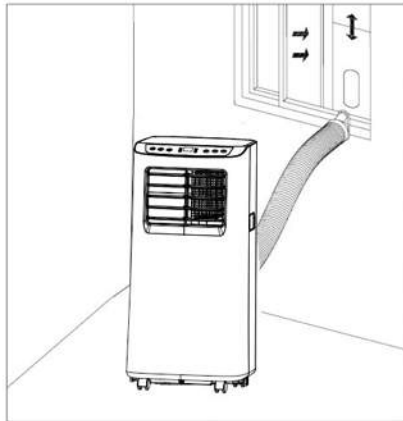
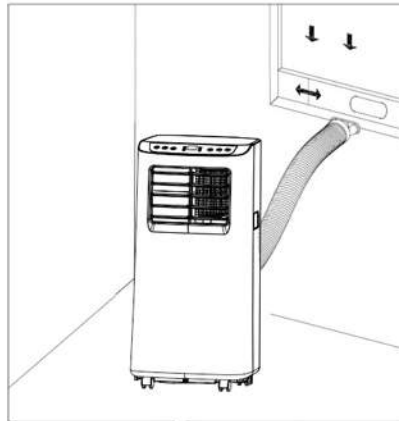

Abb. 5
Abb. 6
5.3.2 Das Abluftrohr verlängern und das flache Ende der Abluftrohrverbindung in das Loch der Fensterdichtungsplattenbaugruppe einrasten lassen (siehe Abb. 5 und Abb. 6).